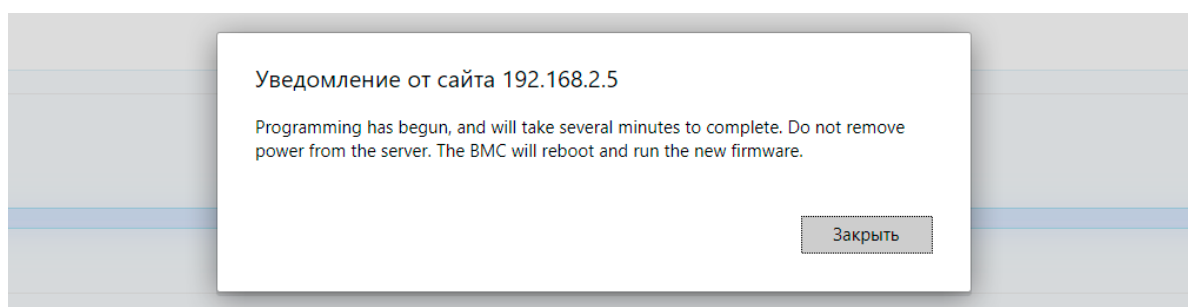

Рис. 99. Окно с уведомлением о завершении установки обновления BMC
7) После обновления BMC появиться сопутствующая надпись об успешном завершении обновления. Окно показано на рис. 99 Окно с уведомлением о завершении установки обновления BMC